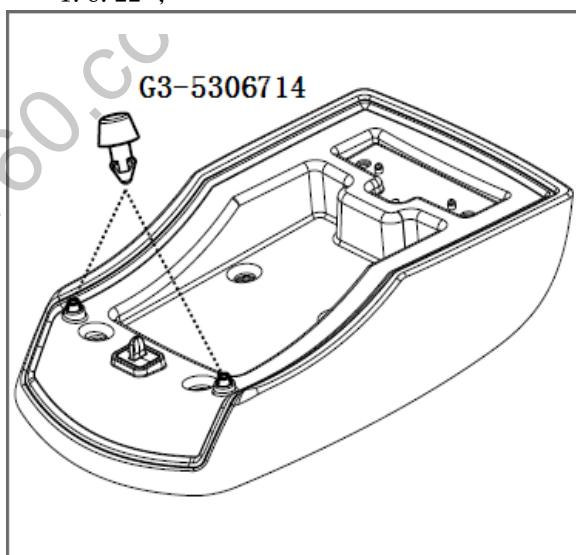

图 1.6.22 副仪表板扶手组件的分拆 3
- (3) 副仪表板扶手蒙皮是用订书钉装订在扶手外板上的;
- (4) 将置物盒缓冲垫从扶手内板上拔出。如图1.6.22;